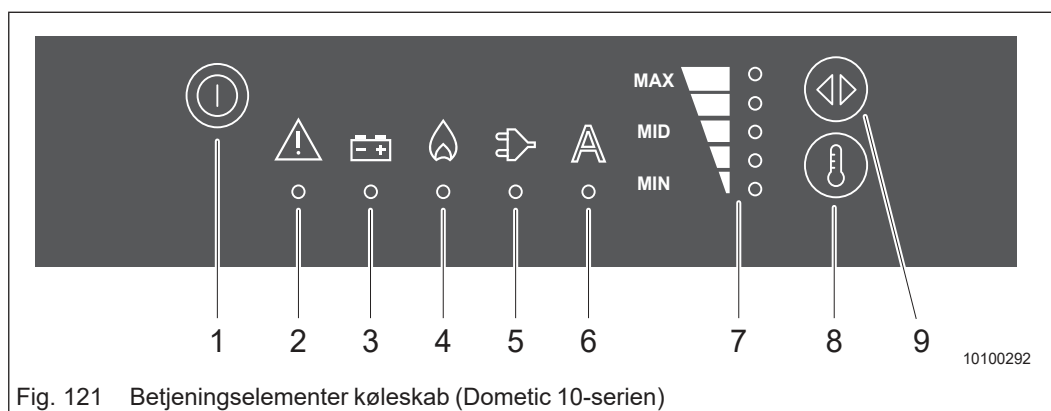

Fig. 121 Betjeningsselementer køleskab (Dometic 10-serien)
- ➔ Tryk på "TIL/FRA" (Fig. 121/1) i 2 sekunder.
- ➔ Tryk på "TIL/FRA" (Fig. 121/1) i 4 sekunder.
- ➔ Tryk gentagne gange på energitasten (Fig. 121/9), indtil den ønskede energitype er indstillet.
- ➔ Tryk gentagne gange på temperaturtasten (Fig. 121/8), indtil det ønskede temperatur-niveau er indstillet.